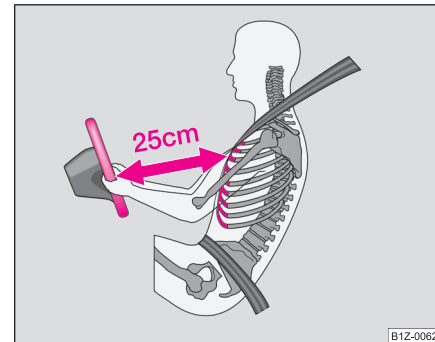

Abb. 116 Sicherer Abstand vom Lenkrad ▶
- Für den Fahrer und Beifahrer ist es wichtig, einen Abstand von mindestens 25 cm vom Lenkrad bzw. von der Schalttafel einzuhalten ⇒ Seite 155, Abb. 116. Wenn Sie den Mindestabstand nicht einhalten, kann Sie das Airbag-System nicht schützen - Lebensgefahr! Außerdem müssen die Vordersitze und die Kopfstützen immer der Körpergröße entsprechend richtig eingestellt sein.